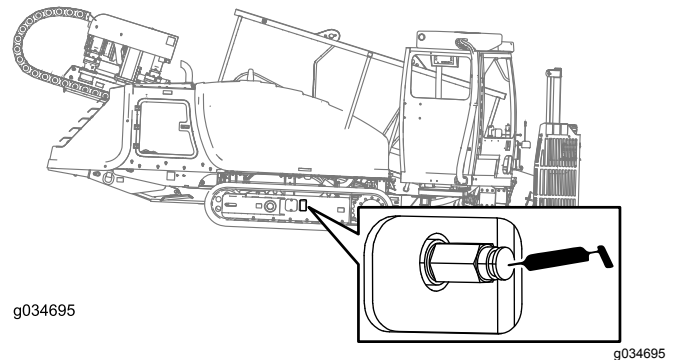

Figure 109
2. Enlevez les saletés et les débris déposés autour du graisseur de tension de la chenille (Figure 109).
4. Injectez de la graisse dans le graisseur jusqu'à ce que la tension atteigne 310,26 bar (4 500 psi), comme montré à la Figure 109.
4. Tournez le graisseur dans le sens antihoraire **d'un tour seulement** (Figure 109).